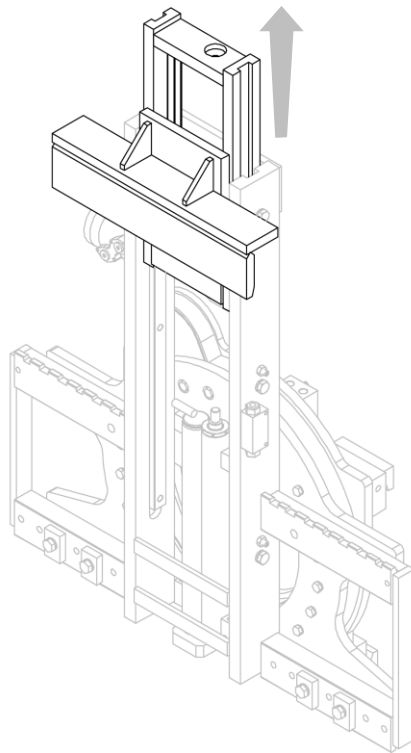

Figure 24
3. Retirer la structure mobile (voir *Figure 24*).